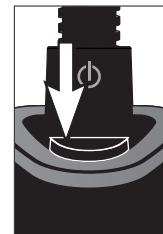

Figura 3
3. Pressione o botão ON/OFF para ligar a energia e pressione novamente para desligar a energia. (Figura 3)